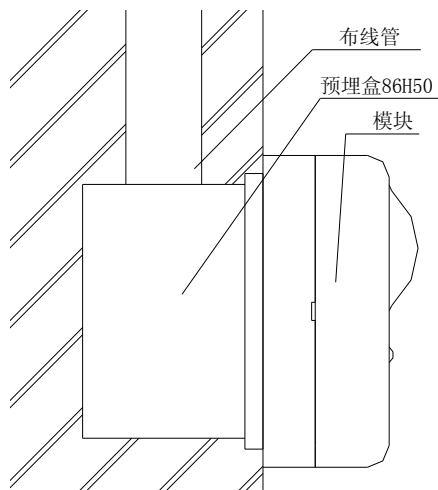
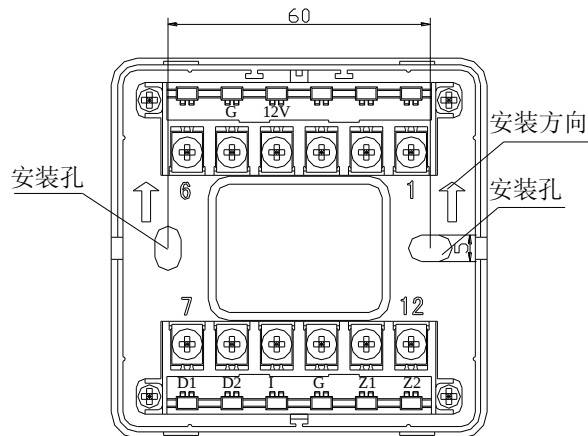

图 2 进线管预埋示意图
图 3 端子结构示意图
3. 模块采用线管预埋安装，将底盒安装在 86H50 型预埋盒上，安装孔距为 60mm(参见图 3)，安装示意图如图 2 所示。
4. 模块端子示意图如图 3 所示。